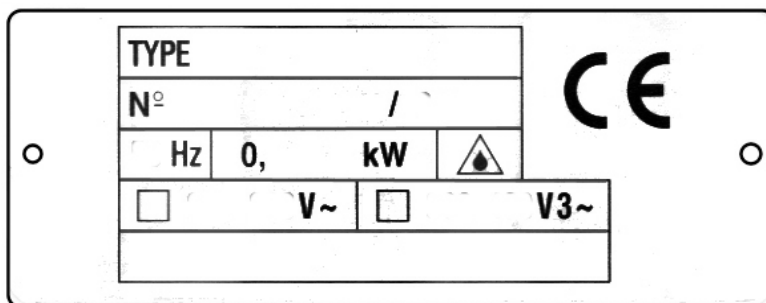
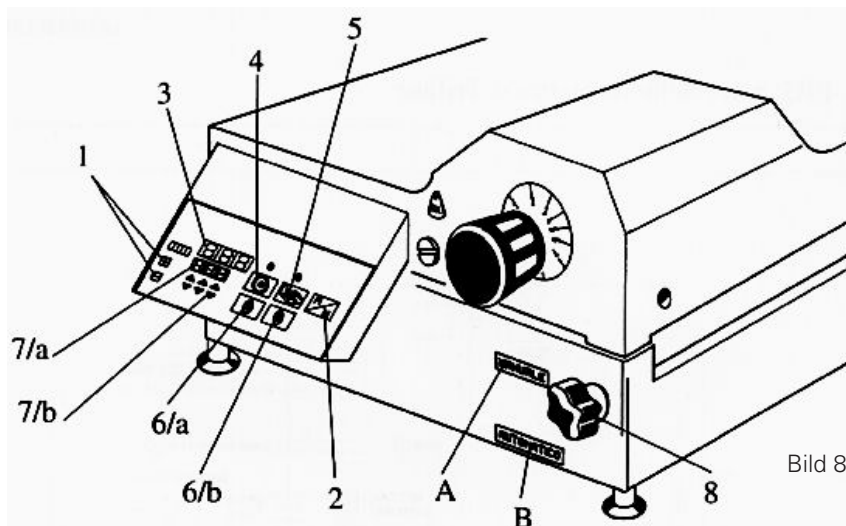

Fig. 5
Bild 8.
Apparaten är försedd med en elanslutningskabel med ett tvärsnitt på 5 x 1 mm² och en längd på 1.5 m. Anslut apparaten med hjälp av en CEI stickpropp (röd) till en 400 Volt 50 Hz 3 fas -anslutning. Före anslutningen med en 10A, I Δ n = 0.03 A RCD huvudbrytare. Försäkra att anslutningen är ordentligt jordad. Försäkra även att elanslutningen på installationsplatsen överensstämmer med de värden som anges på apparatens typskylt (bild 5). Granska innan permanent uppkoppling att klingan roterar åt rätt håll genom att kort starta apparaten (se bild 8).
2. Tryck på startknappen (bild 8) och kontrollera att klingan roterar. Tryck på stop-knappen och kontrollera att klingan stannar.
1. Frigör släden genom att vrida väljaren (8) till manual-läge (A).
2. Starta klingen genom att trycka på knapp (4) och granska att släden glider manuellt. Efter användning, tryck på klingans stop-knapp (6/a) (Bild 8).